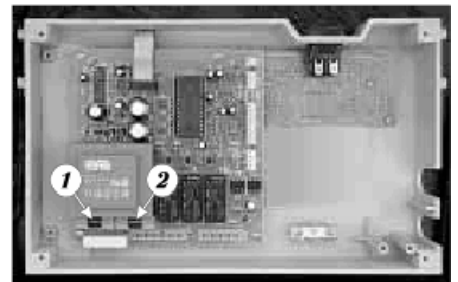

Рис. 27 – Плата керування
Якщо мережний вимикач включений (I) і на дисплеї не зображаються дані, проконтролюйте запобіжник 1 (Т63 мА) - див. рис. 27.